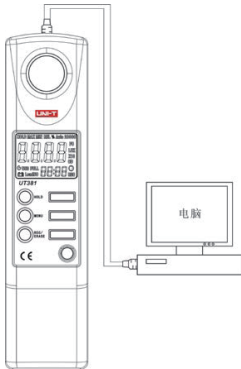

图 4
5. USB数据传输功能：(仅UT382，见图4)
- * 使用照度计(UT382)与计算机通信时采用USB方式传输数据，请注意计算机必有一个USB接口，连接方式如图4所示。